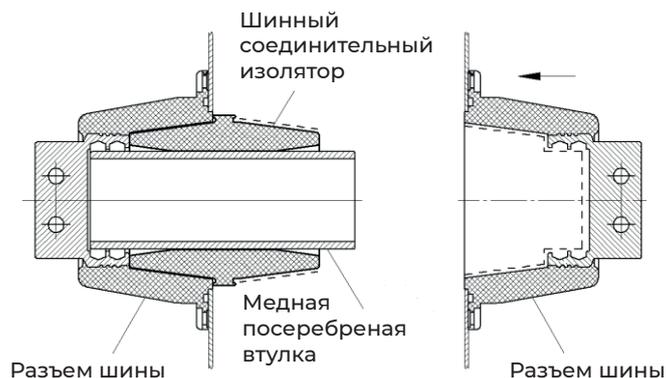
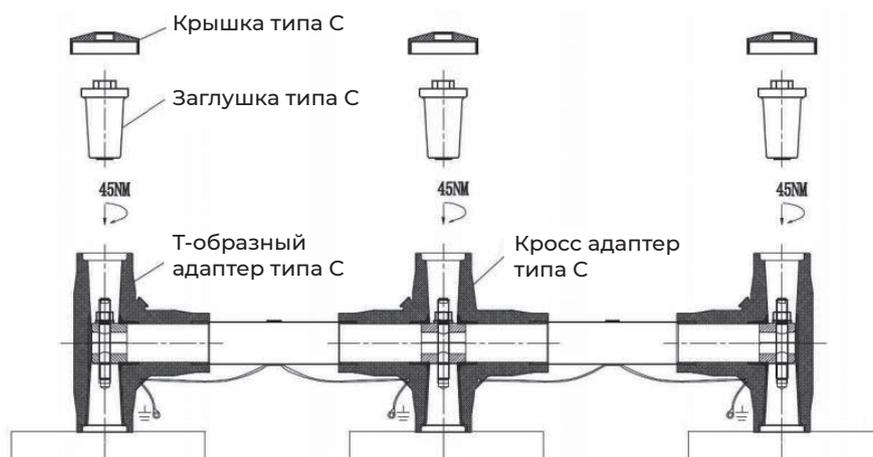

Рис. 5-5 Монтаж шинных соединителей
Рис. 5-7 Установка заглушки и колпачка
**Шаг 1.** Проверьте изоляцию и разъемы шины на наличие повреждений и дефектов. В случае их обнаружения, замените соответствующие компоненты. После проверки состыкуйте разъемы соединений шин, как указано на рис. 5-5. на три фазы соответственно.
**Шаг 2:** Установите шину соседнего распределительного шкафа согласно рис. 5-5. Используйте 4 регулировочных винта в нижней части ячейки для регулировки её высоты так, чтобы верхние части двух соседних ячеек были практически ровными. Убедитесь, что соединители шин и позиционирующие болты точно вставлены в соответствующие отверстия через позиционирующие втулки (рис. 5-7). При толкании установленного распределительного шкафа избегайте слишком быстрого движения и повреждения соединителя сборной шины, а также не применяйте излишние усилия.
- ▶ Очистите выступающую часть вставленного шинного соединителя и разъема на второй ячейке и нанесите равномерный слой смазки (отмечено пунктиром на рис. 5-5).
- ▶ Нанесите немного смазки на основную раму и медленно переместите ячейку так, чтобы выступающая часть вставленного шинного соединителя вошла в контакт с разъемом на соседней ячейке, следя за тем, чтобы соосность изоляторов не превышала 0,5 мм. Избегайте слишком быстрого перемещения, чтобы не повредить соединитель (см. на рисунок 5-5).
6. Очистите поверхность задней заглушки и равномерно нанесите тонкий слой силиконовой смазки. Вставьте мягкий отводной шланг в соединительный адаптер как можно глубже, затем сильно нажмите на заднюю заглушку, медленно вытаскивая отводной шланг, чтобы полностью выпустить воздух из соединения. Затем закрепите заглушки на двухсторонних болтах и установите защитные крышки, как показано на рис. 5-7.